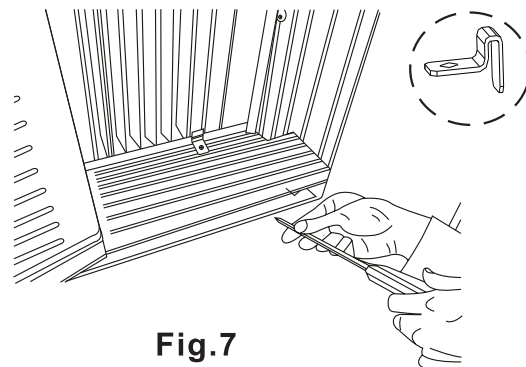

**Fig.6**
B. Extienda los paneles laterales en contra del marco de la ventana. (Fig.6)